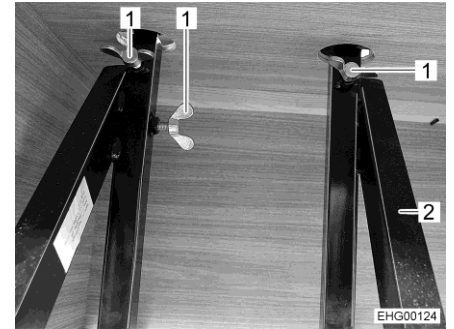

Fig. 32 Vis à oreilles
- Serrer trois vis à oreilles (Fig. 32,1) sur la tige (Fig. 32,2) du cadre du coffre.